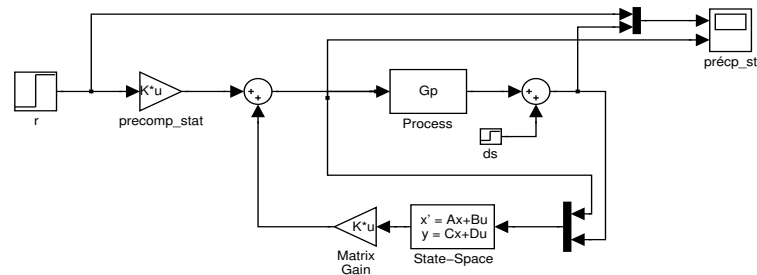

FIGURE 3 – Schéma simulink de précompensation statique
- Faites une simulation temporelle à l'aide du fichier simulink "precom_stat.mdl" (figure 3). Ce fichier est fourni sur le serveur pédagogique. Par ailleurs, le fichier "tracer.m" permettra de visualiser les résultats de cette simulation.